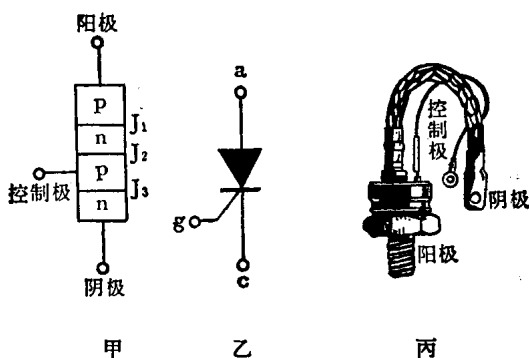

图 1-14 可控硅的管芯结构、外形与符号
(3) 可控硅 若将P型半导体和n型半导体交替迭合成四层，就会形成三个P-n结 ( $J_1$ 、 $J_2$ 、 $J_3$ )，再引出三个电极，这就是可控硅的管芯结构 (见图1-14甲)。从图中可以看出，从上层P型半导体中引出的称为阳极 (用a表示)，从下层n型半导体中引出的称为阴极 (用c表示)，从中间P型半导体中引出的称为控制极 (用g表示)。可控硅的符号和外形如图1-14乙、丙所示。